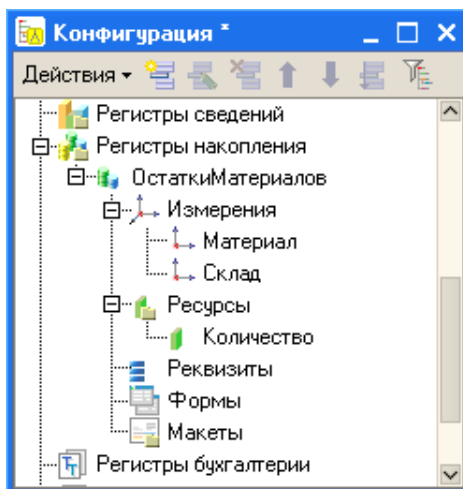

Рис. 2. Регистр «ОстаткиМатериалов»
4. В результате этих действий регистр ОстаткиМатериалов должен иметь следующий вид (рис. 2):